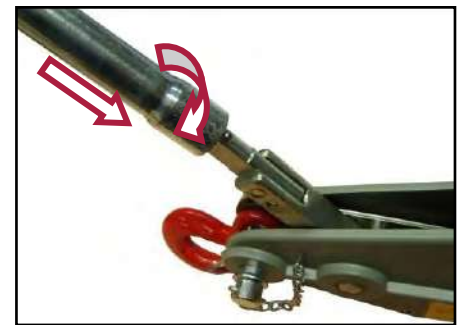

Figura 12 – Inserimento dell'asta sulla leva A.
Inserite la leva di azionamento dell'argano sulla leva (A), nel seguente modo (Figura 12):
- infilate la leva di azionamento sulla leva (A), avendo cura di far combaciare la scanalatura interna con il puntalino di riferimento presente sulla leva (A);